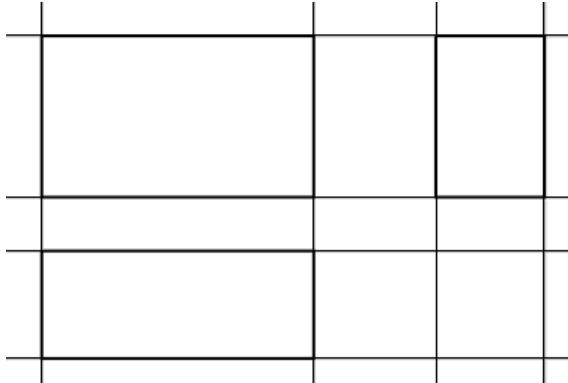

Рис. 88
9. Вычертить габаритные прямоугольники для главного вида, вида сверху и вида слева, используя построенные вертикальные и горизонтальные линии. Точность построения обеспечить активизацией объектной привязки *Пересечение* (рис. 88).